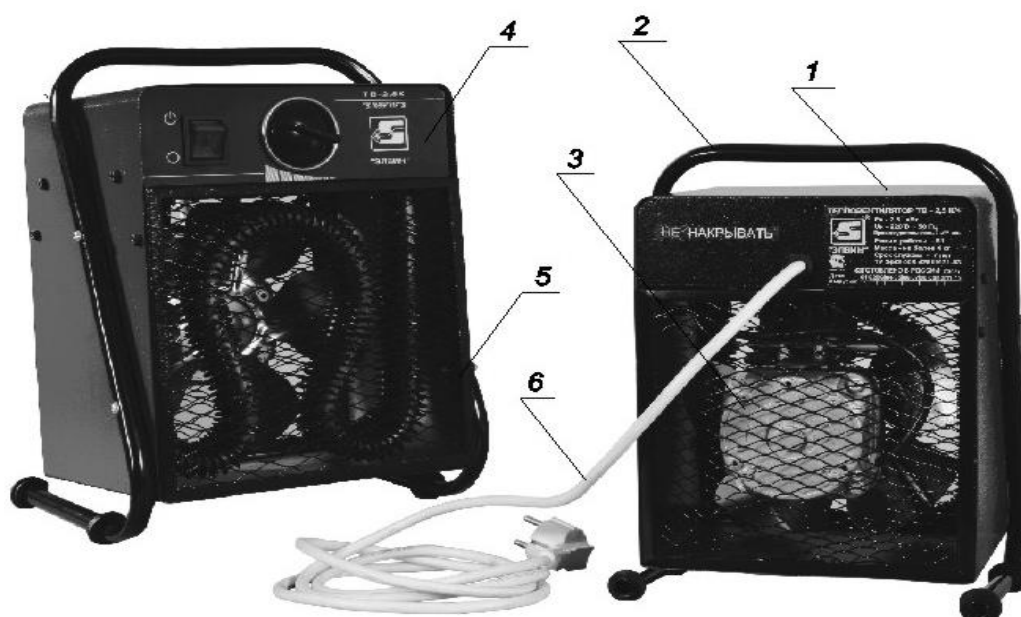

Рис.1. Тепловентилятор
Несущая конструкция тепловентилятора (см.рис.1) состоит из корпуса (1) и ручки – ножки (2). Двигатель с вентилятором (3) расположен в задней части тепловентилятора. Блок управления смонтирован на основании, расположенном в корпусе. Органы управления вынесены на панель управления (4). Внутри корпуса расположены оребрѐнные трубчатые электронагревательные элементы, закрытые с лицевой стороны тепловентилятора рамкой с сеткой.
Электрическая схема тепловентилятора приведена на рис.1 Приложения.